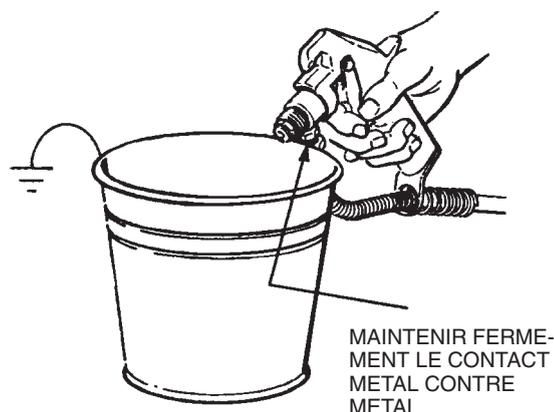

Fig. 5
7. **Pour amorcer la pompe**, maintenir une partie métallique du pistolet fermement appliquée contre un réservoir métallique destiné à la réception de produits usés. Voir Fig 5. Appuyer sur la détente et, tout en la maintenant appuyée, placer le commutateur Marche/Arrêt en position ON (Marche), puis augmenter progressivement le réglage de pression jusqu'à ce que le pistolet commence à pulvériser. Maintenir la détente appuyée jusqu'à ce que tout l'air accumulé dans le système ait été évacué, et que la peinture sorte librement du pistolet. Relâcher alors la détente, et engager la sécurité de détente du pistolet.